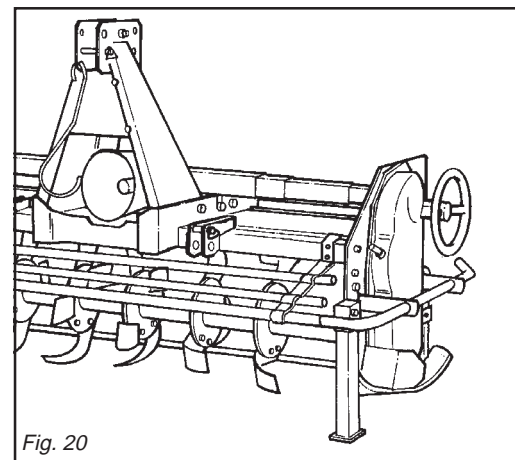

Fig. 20
- 1) *Position the bearing stand as shown in the figure 20.*
- 1) Den Stellfuß wie in der Abbildung 20 gezeigt anordnen.
- 1) *Positionner le pied d'appui comme indiqué dans la figure 20.*